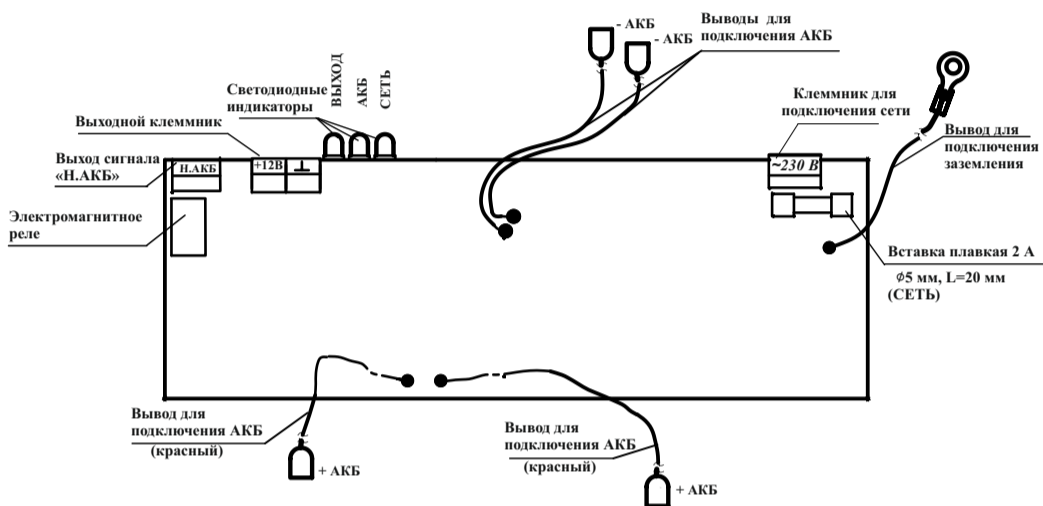
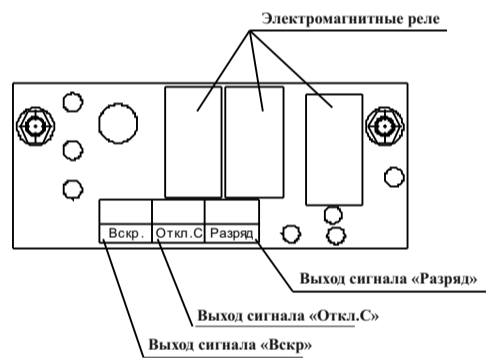

Рисунок 1 – Основная плата
Рисунок 2 – Плата сигнализации
Источник состоит из металлического корпуса с установленными внутри платами - основной (рисунок 1) и платой сигнализации (рисунок 2). На основной плате находятся обратноходовый преобразователь напряжения сети 230 В в постоянное напряжение 13,6 В 2 А и схемы защиты, индикации, заряда и формирования сигнала «Н. АКБ».
6.5 Для контроля вскрытия корпуса, отключения сети 230 В, разряда АКБ, наличия хотя бы одной исправной АКБ (сигналы «Неисправность») подключить цепи контроля к клеммникам «Вскр», «Откл.С», «Разряд» на плате сигнализации (см.рисунок 2) и к клеммнику «Н.АКБ» на основной плате (см. рисунок 1).